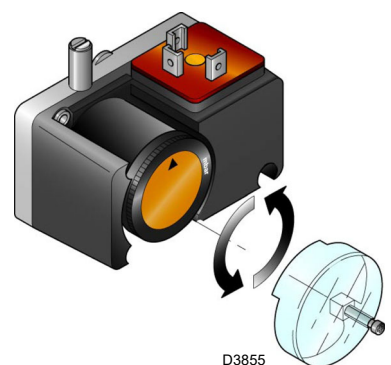

Abb. 30
- Stellen Sie den Gas-Mindestdruckwächter (Abb. 30) auf den Skalenanfangswert ein.
Den Gas-Mindestdruckwächter (Abb. 30) nach erfolgter Einstellung des Brenners, der Gasventile und des Stabilisators der Gasarmatur einstellen.